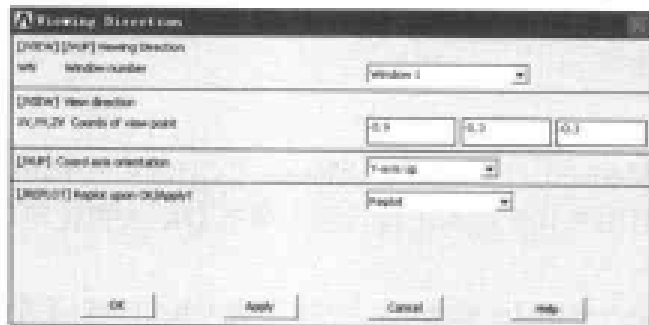

图 9-104 设置视图观测方向对话框
(6) 选择 Main Menu | Preprocessor | Modeling | Create | Volumes | Cylinder | Partial Cylinder 命令，出现 Partial Cylinder 菜单，在文本框中分别输入 0、0、R12、-90、R02、0、Z2，单击 OK 按钮关闭该对话框。
(7) 选择 Main Menu | Preprocessor | Modeling | Operate | Booleans | Settings 命令，出现 Booleans Operation Settings 对话框，在 NWARN If operation has no effect 下拉列表框中选择 No messages 选项，单击 OK 按钮关闭该对话框。
(8) 选择 Utility Menu | PlotCtrls | Numbering 命令，出现 Plot Numbering Controls 对话框，选择 VOLU Volume numbers 选项，使其状态从 Off 变为 On，其余选项均采用默认设置，单击 OK 按钮关闭该对话框。
(9) 选择 Utility Menu | PlotCtrls | View Settings | Viewing Direction 命令，出现 Viewing Direction 对话框，参照图 9-104 对其进行设置，单击 OK 按钮关闭该对话框。